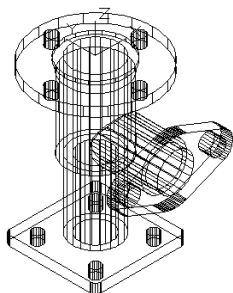

图 9-31 二维线框
- 二维线框：显示用直线和曲线表示边界的对象。光栅和 OLE 对象、线型和线宽均可见，如图 9-31 所示。